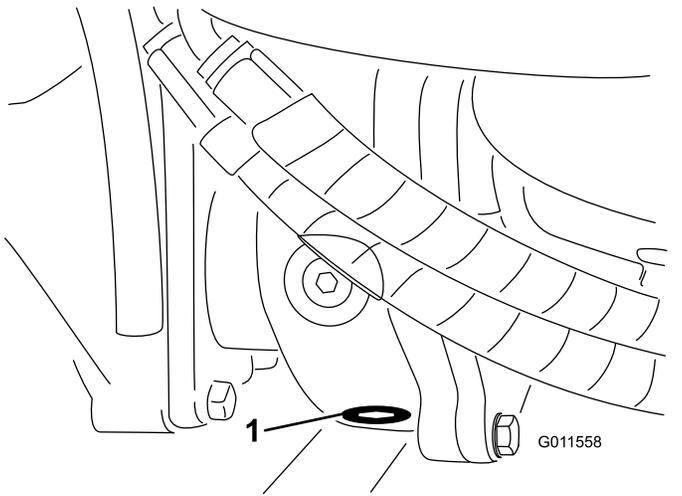

Bild 60
5. Reinigen Sie den Bereich um die Ablassschraube an der Unterseite des Getriebes (Bild 60)